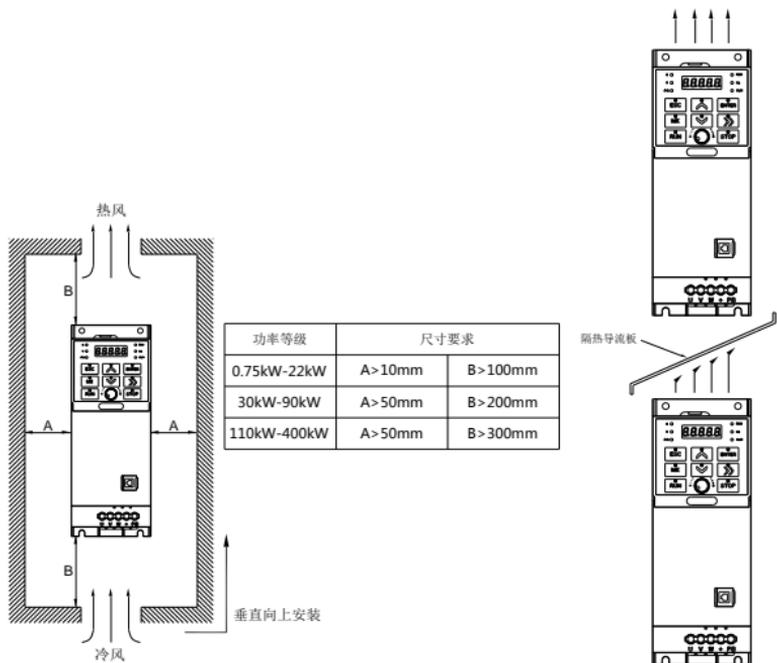

图 2-1 变频器安装示意图
- 1) 请垂直安装变频器, 便于热量向上散发, 但不能倒置。若柜内有较多变频器时, 最好是并排安装。在需要上下安装的情况, 请参考图 2-1 安装隔热导热板。
- 2) 安装空间遵照图 2-1 所示, 保证变频器的散热空间。但布置时请考虑柜内其它器件的散热情况。